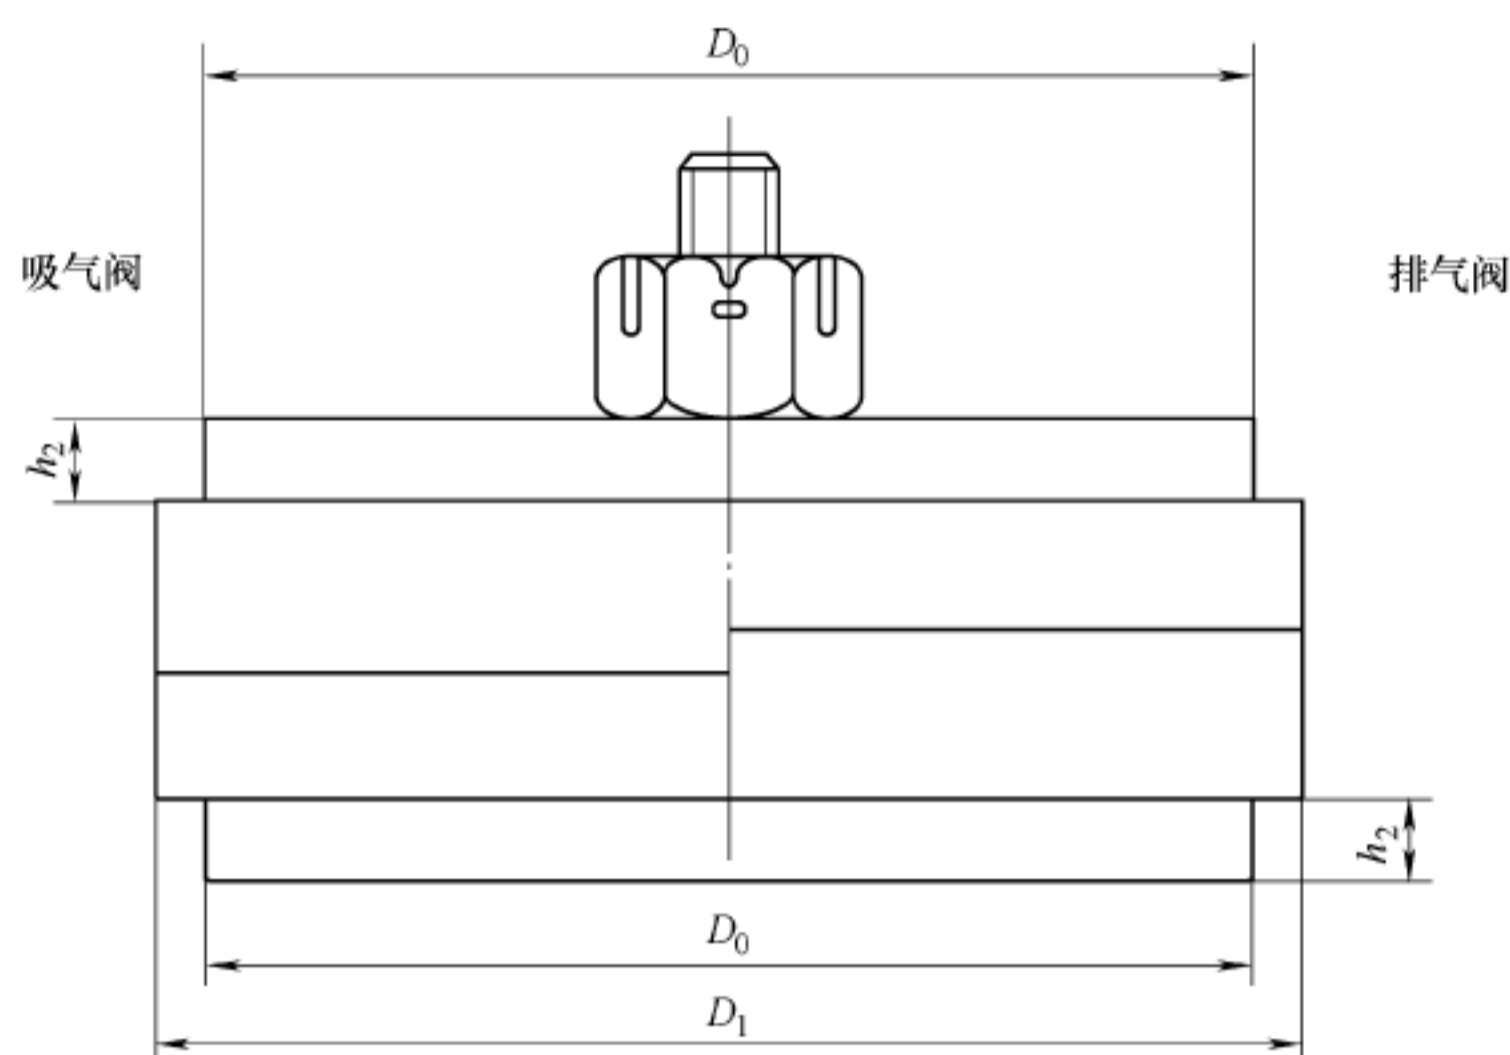

图2 闭式气阀
3.2 闭式气阀示图如图 2 所示。安装尺寸应符合表 1 的规定。